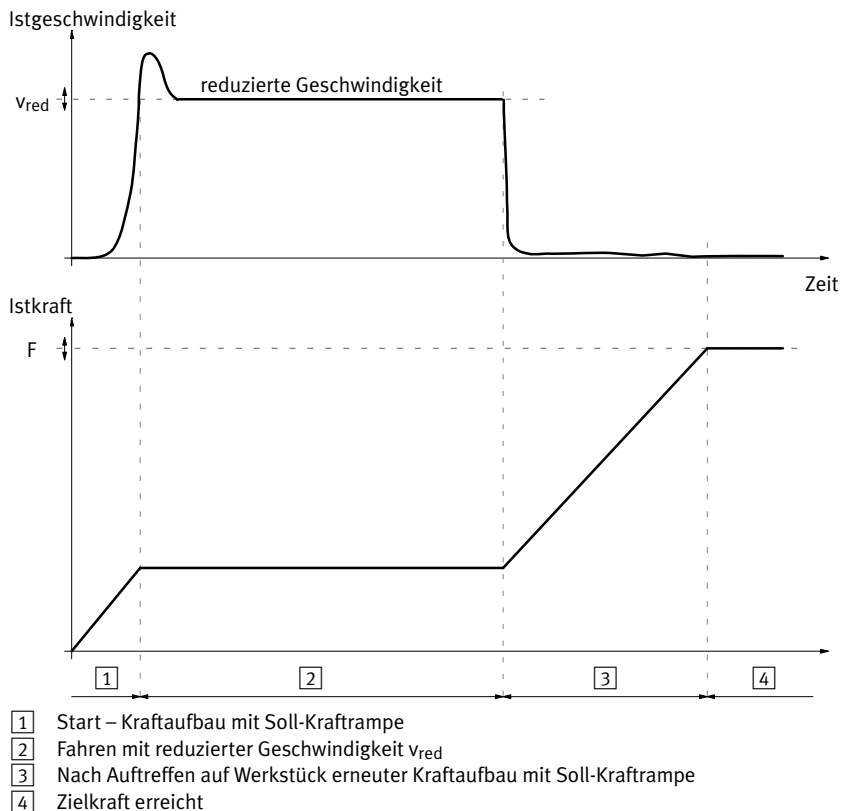

Fig. 3.3 Phasen der Kraftregelung, schematische Darstellung
→ Fig. 3.3.
- Die Dauer der Phase [2] (→ Fig. 3.3) hängt davon ab, wie weit der Antrieb nach dem Start fahren muss, bevor er auf eine ausreichende Gegenkraft stößt.